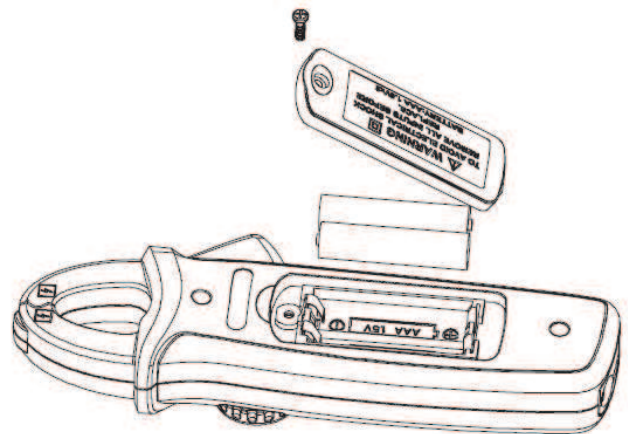

Рис.8
- 8.2.2. Отверните отвёрткой винт крепления задней крышки, откройте крышку батарейного отсека и выньте разряженные элементы питания как показано на рис.8.